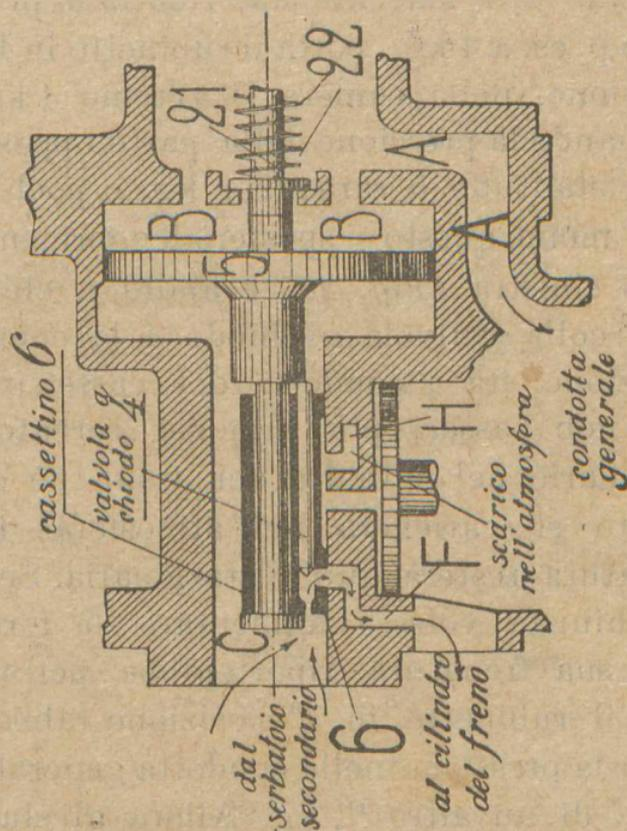

Fig. 25
38. Quando il macchinista porta il rubinetto in 4a posizione, si forma una depressione nella condotta generale, depressione che si propaga alla camera B B. Lo stantuffo 5 allora non è più in equilibrio e viene spinto verso destra dall'aria compressa che si trova nel serbatoio secondario e che giunge da C (*Fig. 25*). Durante questo spostamento (che arriva a portare lo stantuffo fino a toccare il pezzo 21 ma non a comprimere la molla 22) avvengono due fatti successivi: con un primo spostamento lo stantuffo 5 porta la testa del suo gambo in contatto col cassetino 6 e in questo movimento trascina la *valvola a chiodo 4* staccandola dalla sua sede, poi, continuando il suo movimento, trascina il cassetino 6 fino a portare il suo foro in corrispondenza del foro F. praticato sullo specchio. Contemporaneamente, collo